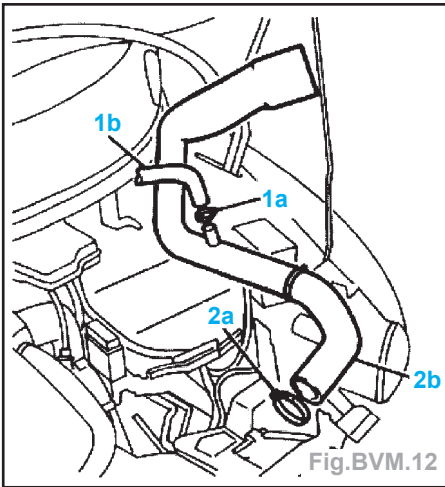

Fig.BVM.12
- Débrancher le tuyau (1b), puis le manchon (2b) reliant le débitmètre au turbo-compresseur (Fig.BVM.12).